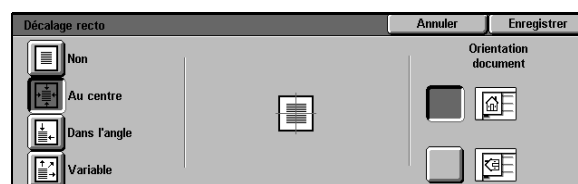

Figure 20 : Écran Décalage image avec option Au centre sélectionnée
- 3 Sélectionnez l'option **Au centre** afin d'accéder à l'écran de paramétrage correspondant (voir la figure 20).